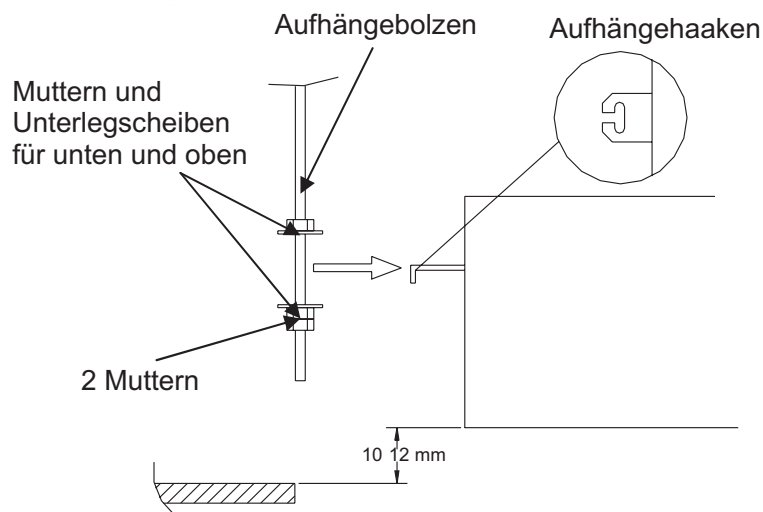

Abb.9
- Um zu verhindern, dass ein Bolzen lose sitzt, empfiehlt es sich 3 Sechskantmuttern (vor Ort vorbereitet) und 2 Unterlegscheiben (Zubehör) für jeden Aufhängebolzen zu benutzen. Bitte beachten Sie, dass auf der unteren Seite 2 Muttern benutzt werden (Abb. 9).
- Zwischen dem Gerät und dem Deckenboden sollte ein Abstand von 10~12mm freigehalten werden. Ziehen Sie alle Muttern an den Aufhängebolzen an (Abb. 9).